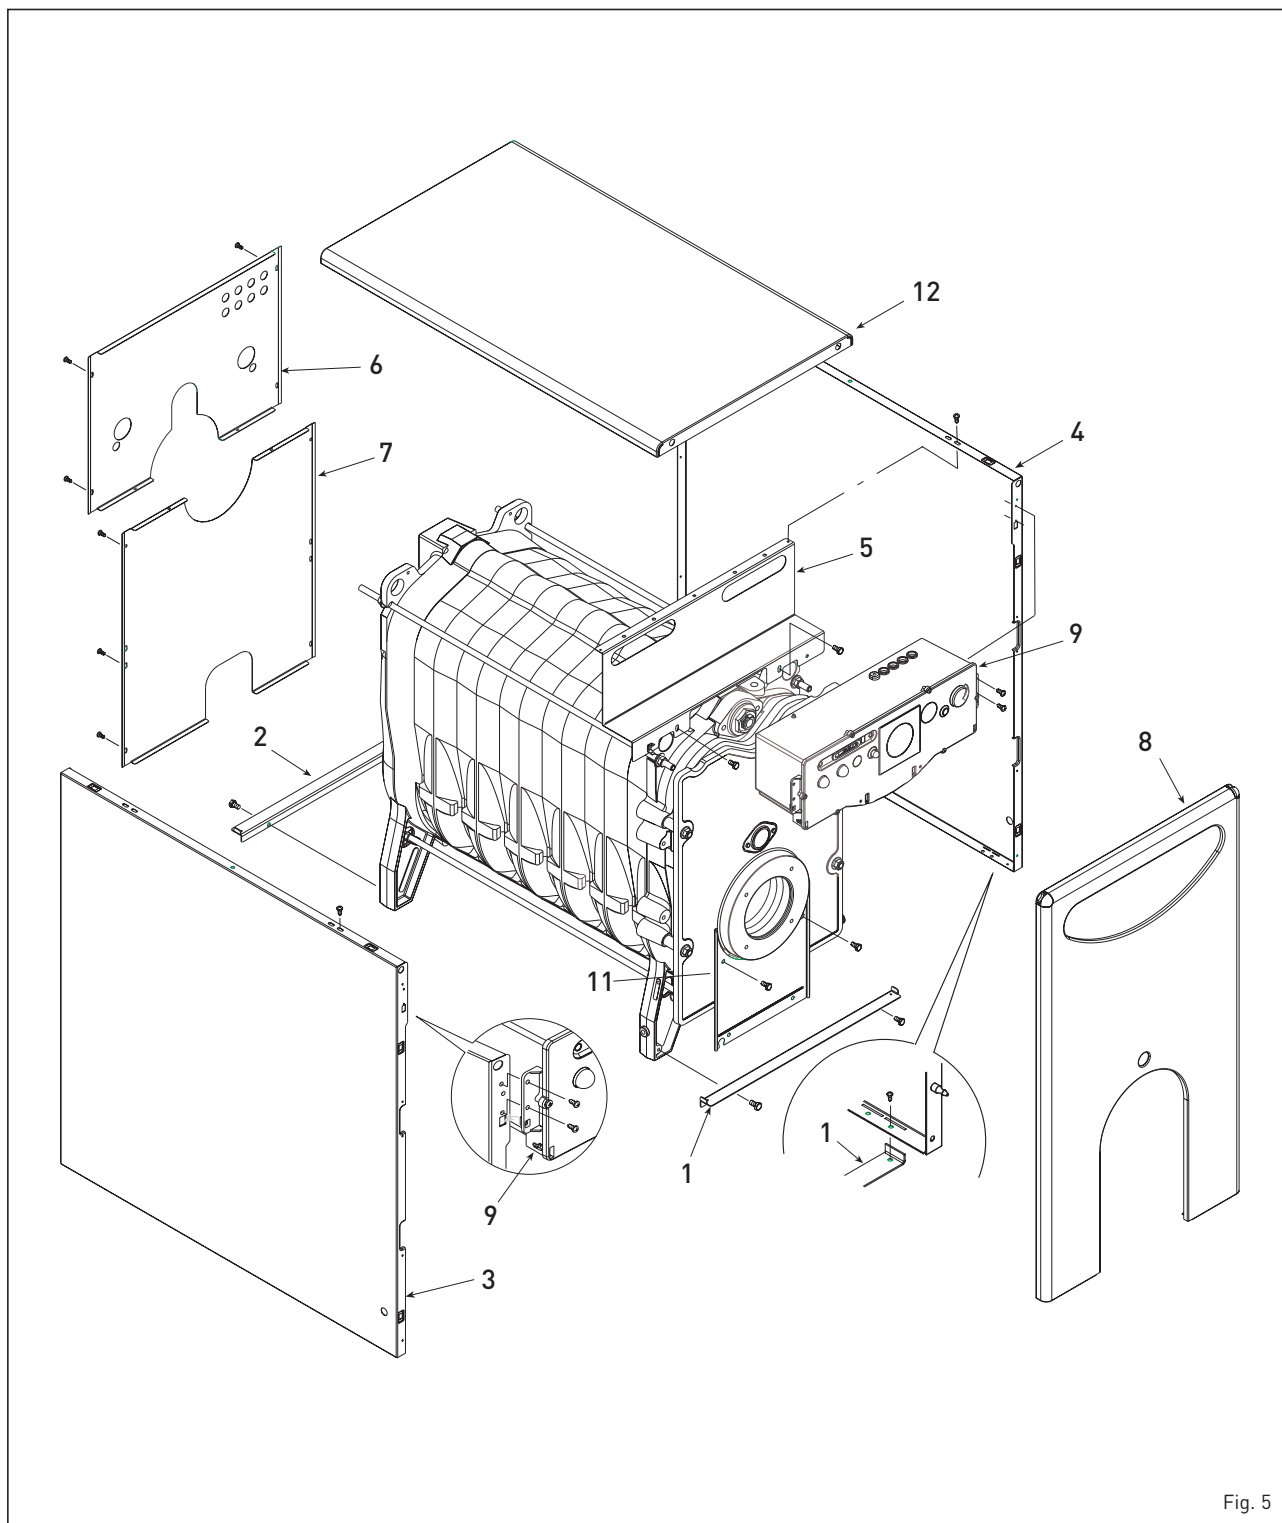

Fig. 5
2.5 MONTAGE DE LA JAQUETTE "RONDÒ Er-P" (fig. 5)
Le montage des composants de la jaquette doit être réalisé selon le déroulement ci-dessous indiqué (fig. 5):